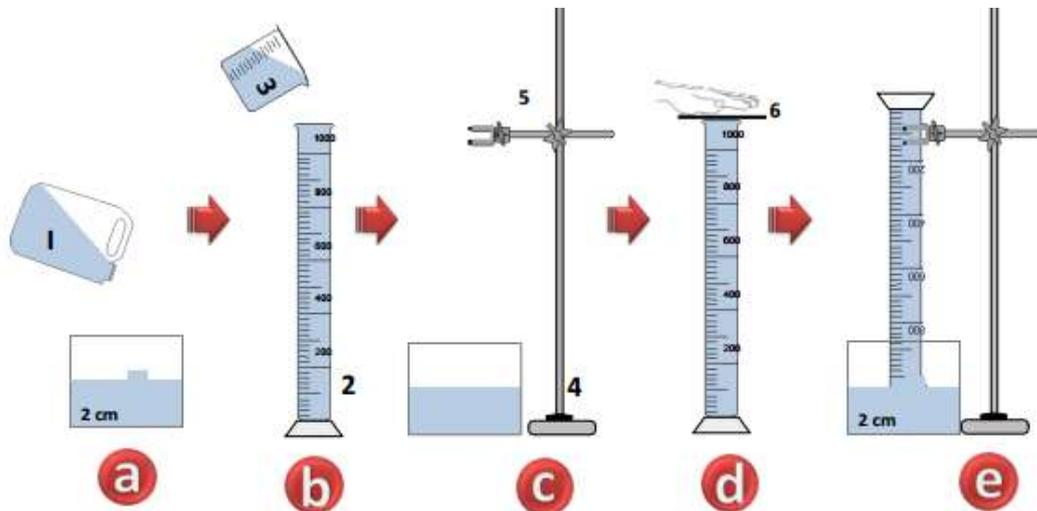

Figura 1
**A.** Instrucciones para el armado del equipo para la medición del dióxido de carbono (CO2), **Figura 1.**